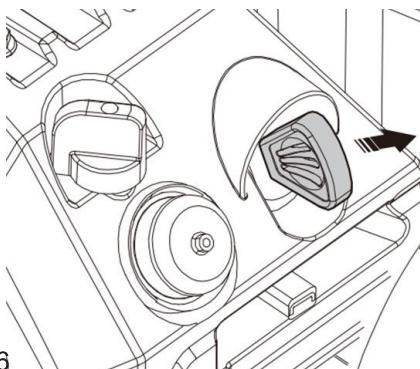

Рис. 36
Чтобы быстро остановить двигатель, в случае крайней необходимости, потяните на себя контактный ключ включения зажигания на себя, электрическая цепь разомкнется и двигатель остановится (Рис.36).
- Потяните на себя ключ выключателя зажигания (рис. 36).